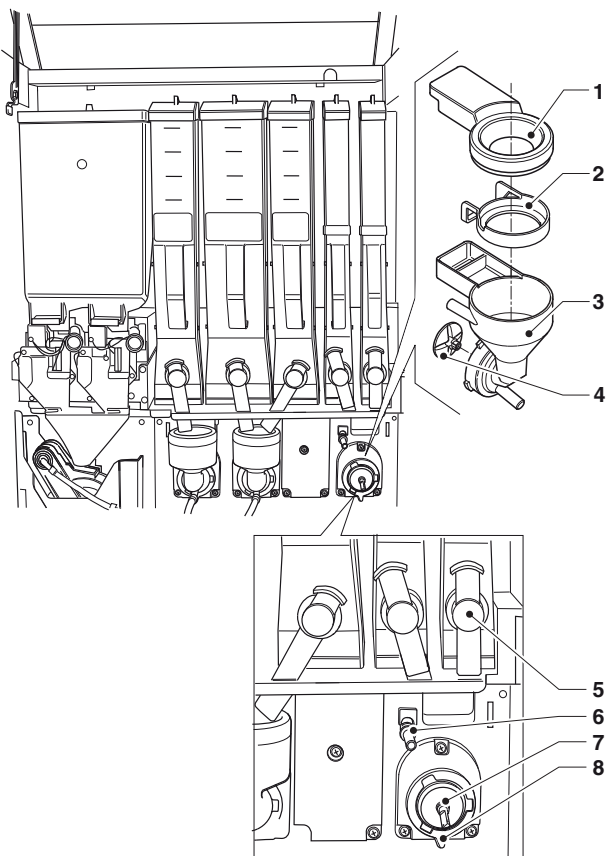

Fig. 28
- Pour démonter les ventilateurs, il suffit d'exercer une légère traction pour les libérer (fig. 28) ;
En insérant à fond le ventilateur, le joint presse-étoupe prendra la position correcte (voir fig. 28).